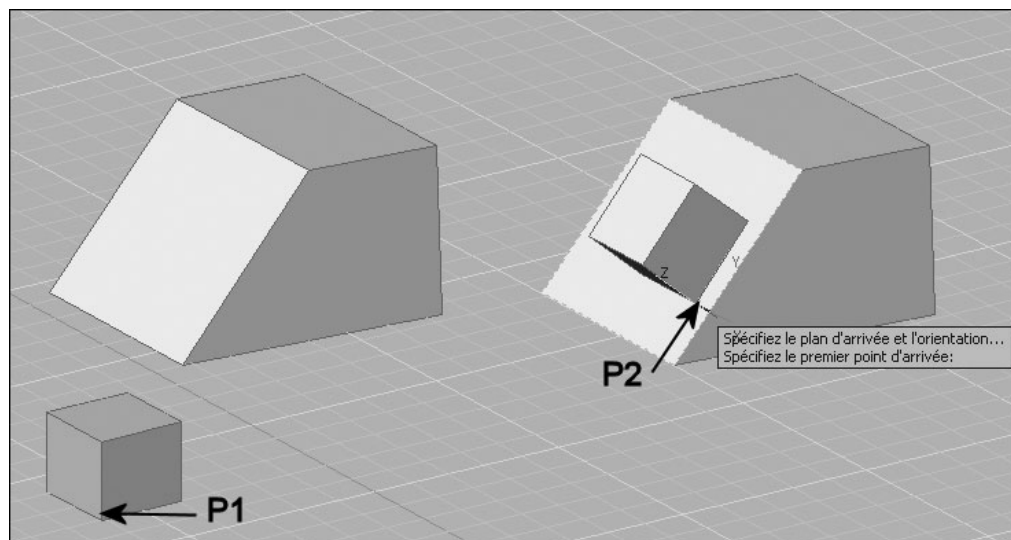

Fig.20.35
- [7] Spécifiez le premier point d'arrivée (P2) et appuyez sur Entrée si la position de base est correcte, sinon pointez un second voir un troisième point pour orienter l'objet (fig.20.35).